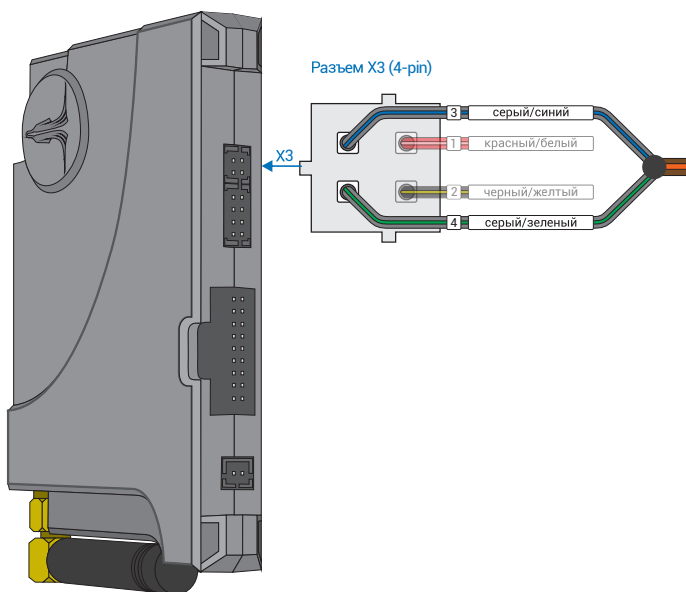
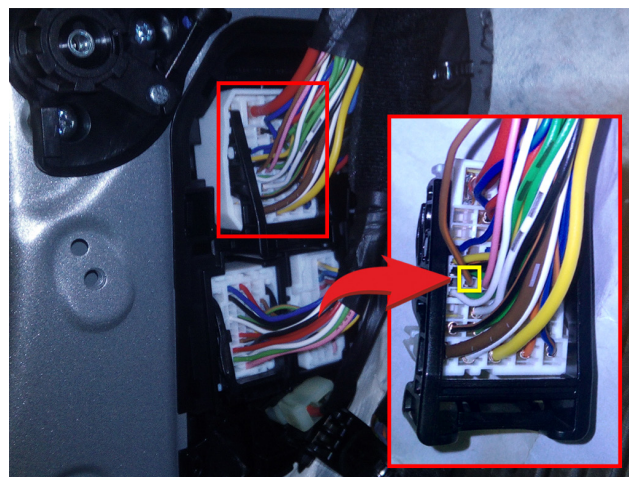

Рис.1 Призрак-8хх
Рис.2 Место подключения (коричневый/оранжевый)
3. Объедините между собой серый/синий провод (контакт №3) и серый/зеленый провод (контакт №4), находящиеся в разъеме X3 (см. рис.1). Подключите их к шине данных а/м: коричневый/оранжевый провод (контакт №12) за левой кик панелью в белом разъеме (см. рис. 2).